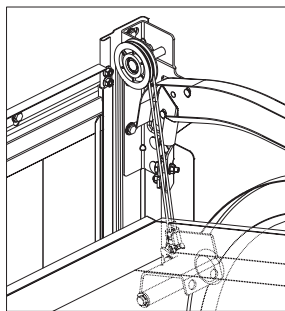

Рис. 18.1.
- трос, закрепленный к нижнему кронштейну, завести в канавки верхнего шкива ворот (рис. 18.1);